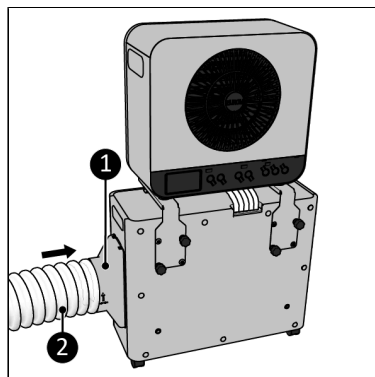

Figure 79.
9. Raccordez l'adaptateur (Figure 79, pos. 1) au côté de l'unité extérieure (Figure 79, pos. 1).
10. Élargissez légèrement le tuyau d'évacuation de chaleur (Figure 79, pos. 2) à une extrémité et vissez-le (dans le sens inverse des aiguilles d'une montre) sur l'adaptateur.
3. L'adaptateur (Figure 79, pos. 1) et le tuyau d'évacuation de chaleur (Figure 79, pos. 2) doivent être raccordés au côté de l'unité extérieure.